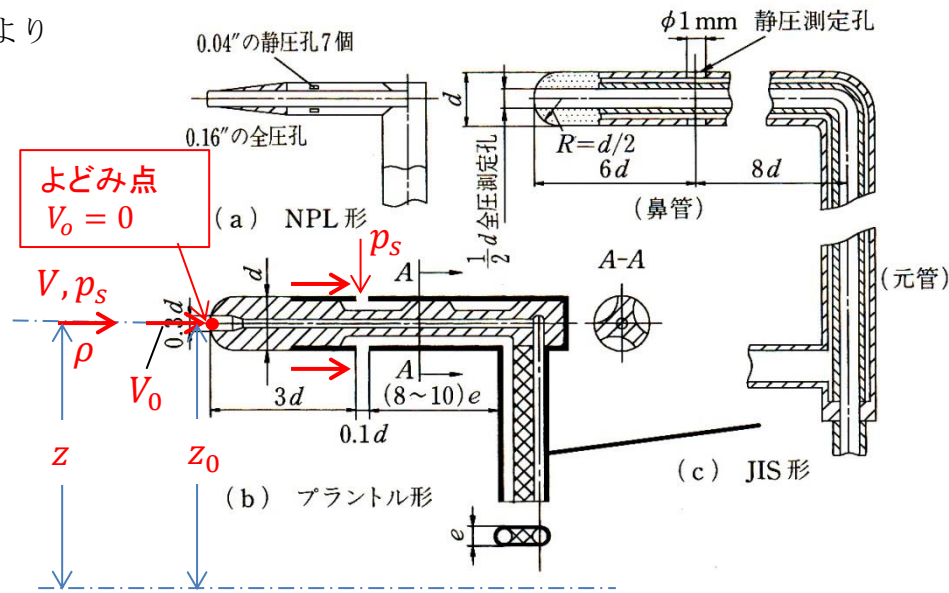

図3.4 標準ピトー管
①-②が水平の場合) ピトー管で速度を求める場合! See 図3.4